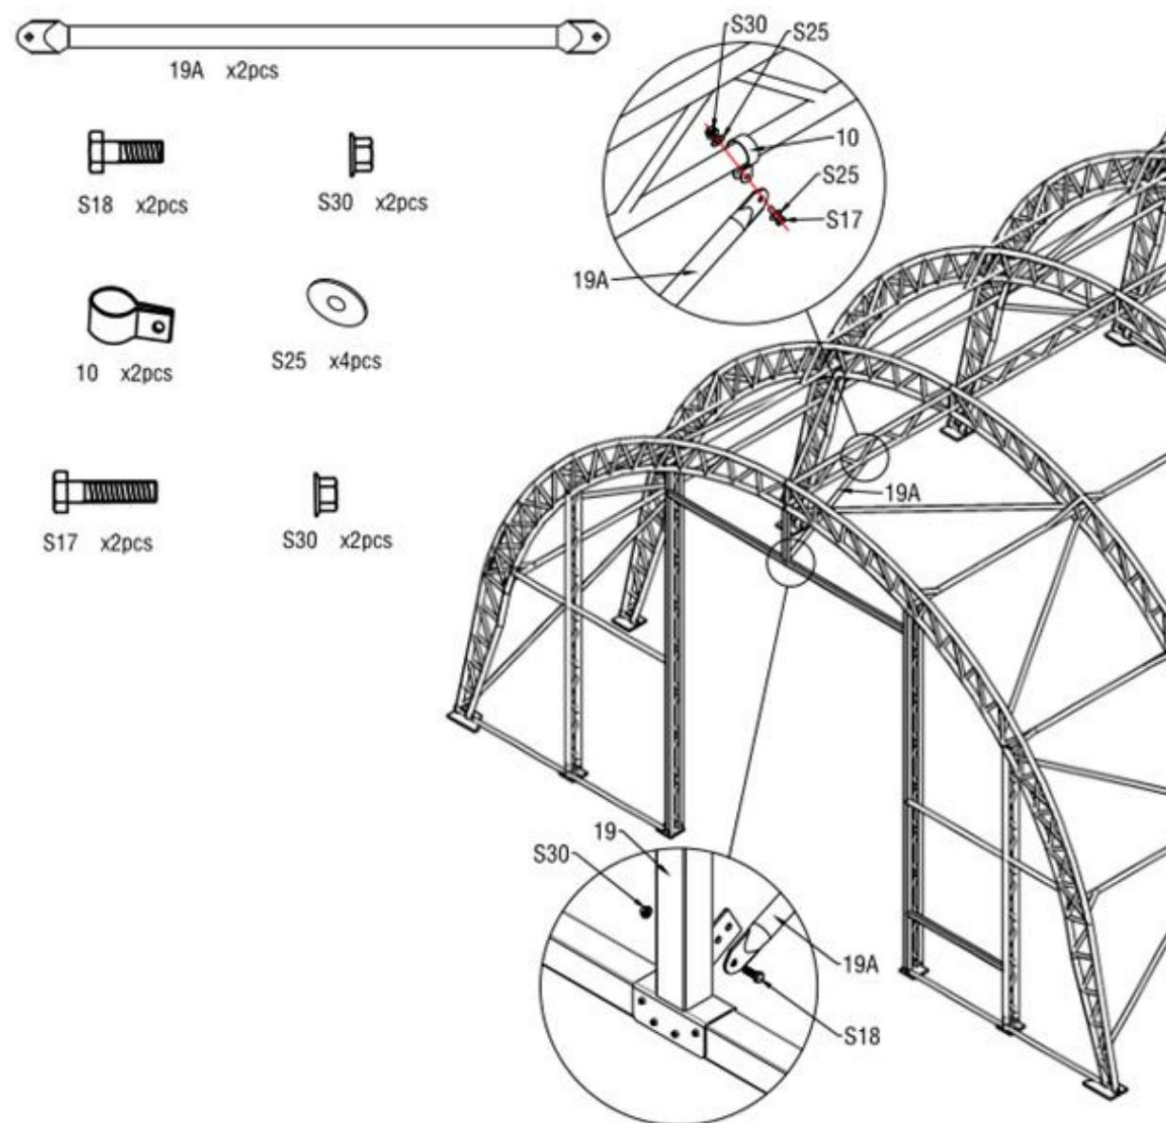

Figure 15
2. Fixez les clips (n°10) sur les pannes à double ferme (n°6) et installez le tube de support diagonal pour poutre de porte (n°19A) sur les clips comme sur la figure 15 spectacles. Veuillez connecter le tube de support diagonal pour poutre de porte (n° 19A) entre le cadre de porte et les pannes à double ferme (n° 6) à l'aide de vis M10x30 (n° S18) et de vis M10x50 (n° S17) avec une rondelle plate M10 (n° 25).